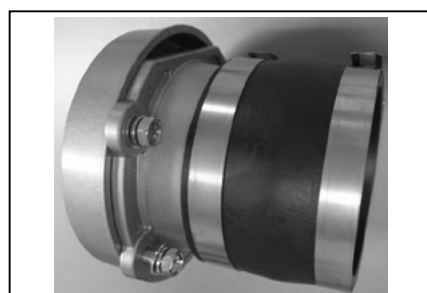

図 8
- ④アダプター、ジョイントアダプター、ゴムホースを組み立てます。図8参照